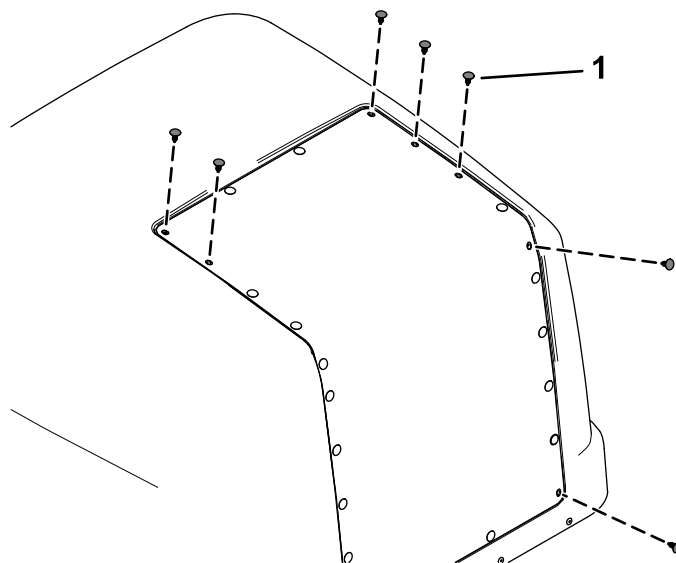

Figura 28
8. Scoateți cele 7 dopuri de plastic prezentate în Figura 28 de pe capotă.